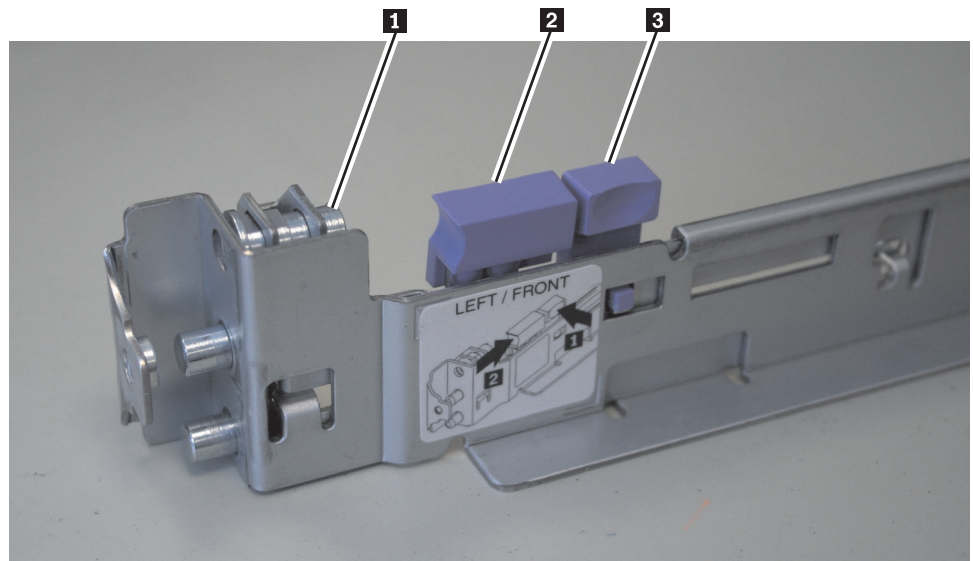

図 21. SAN ボリューム・コントローラー 2145-8A4 のサポート・レール前部にある閉じた状態のレール・ロック・キャリア
1. 必ず、各サポート・レールの前部と後部にあるレール・ロック・キャリアを開いている状態にします。開いた状態にするためのメカニズムは各端ともに同じです。ロック・メカニズムが閉じている場合は (前部ブラケットの場合は、27 ページの図 21 に記載)、ロック・メカニズムを開きます。